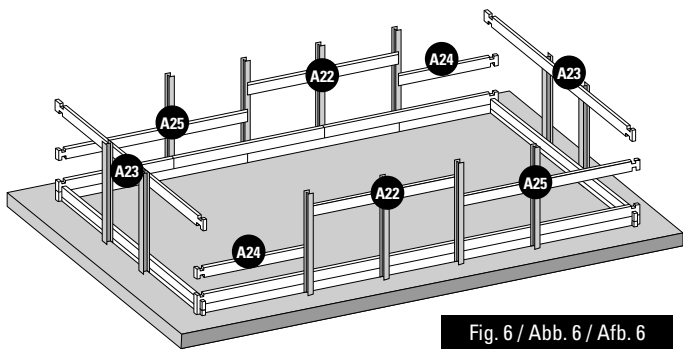

Fig. 6 / Abb. 6 / Afb. 6
- EN 3rd LAYER OF BOARDS:** Install the third layer of boards as shown in figure 6. The position of the refilling fitting with the key and the skimmer should be defined at the start of the assembly (read the specific paragraphs).
- DE 3. BRETTERREIH:** Platzieren Sie die Bretter der dritten Reihe laut Abb. 6. Zu Beginn der Montage müssen Sie die Lage des Druckventils und des Skimmers festlegen (lesen Sie hierzu die entsprechenden Abschnitte).
- NL 3ª RIJ PLANKEN:** Plaats de planken van de derde rij zoals te zien is op afbeelding 6. U moet al bij aanvang van de montage bepalen op welke plaats het uitstroommondstuk en de skimmer moet komen (less de betreffende paragrafen).